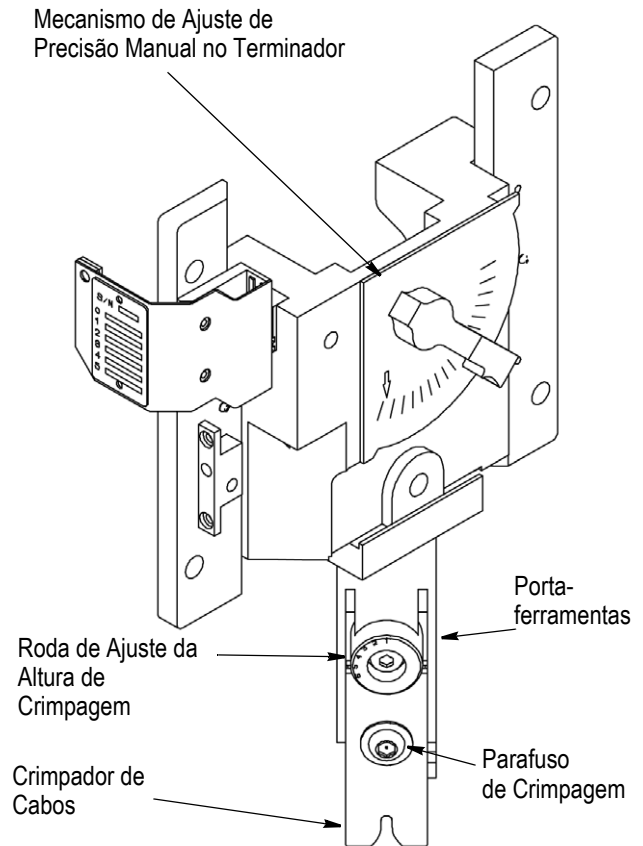

Figura 7
4. Desaperte o parafuso de crimpagem (Figura 7).
5. Rode a roda de ajuste da altura de crimpagem (Figura 7) uma posição. Se pretender uma altura de crimpagem mais baixa, diminua o número na roda de ajuste. Se pretender uma altura de crimpagem mais alta, aumente o número na roda de ajuste.